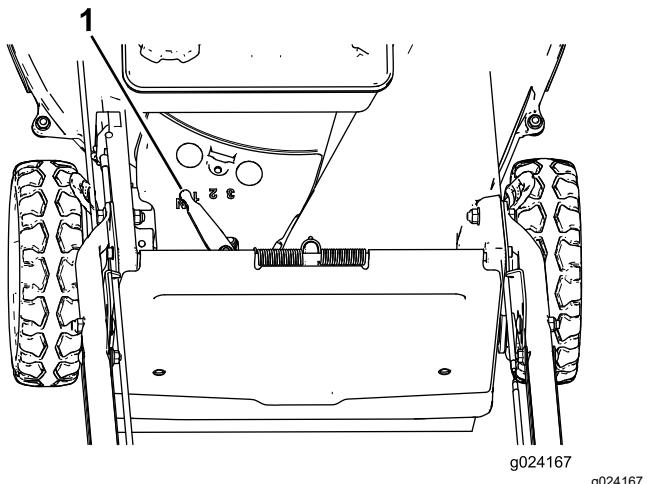

Figura 17
Questa macchina ha 3 velocità di trazione: 1 (lenta), 2 (media) e 3 (veloce); ha anche una posizione di folle (N). La leva di trazione automatica è situata sotto e dietro il serbatoio del carburante (Figura 17).